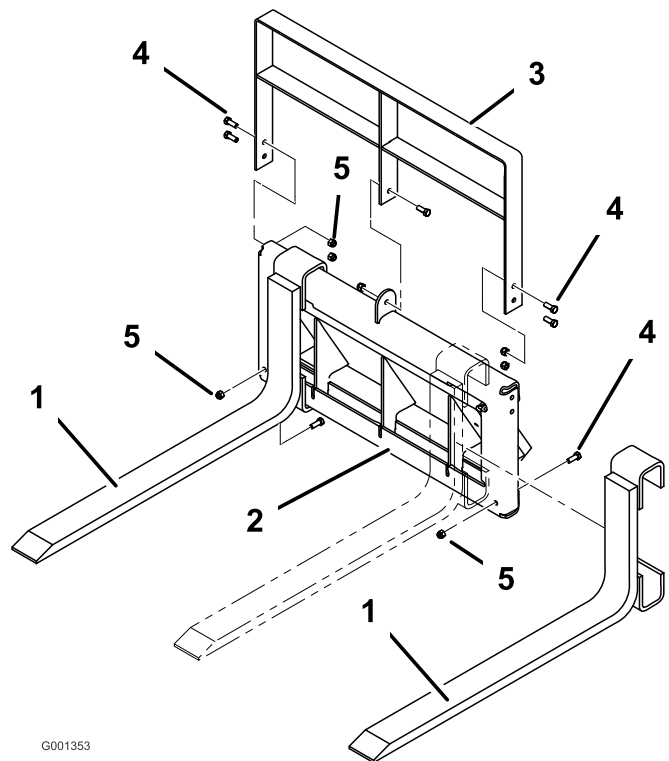

Figura 3
1. Montate le forche sul telaio delle forche regolabili come mostrato nella Figura 3 e fissate ogni forca con un bullone ($\frac{3}{8}$ " x 1") e un dado di bloccaggio ($\frac{3}{8}$ ").
2. Montate il telaio superiore delle forche sopra al gruppo come mostrato nella Figura 3 e fissatelo con 5 bulloni ($\frac{3}{8}$ " x 1") e 5 dadi di bloccaggio ($\frac{3}{8}$ ").